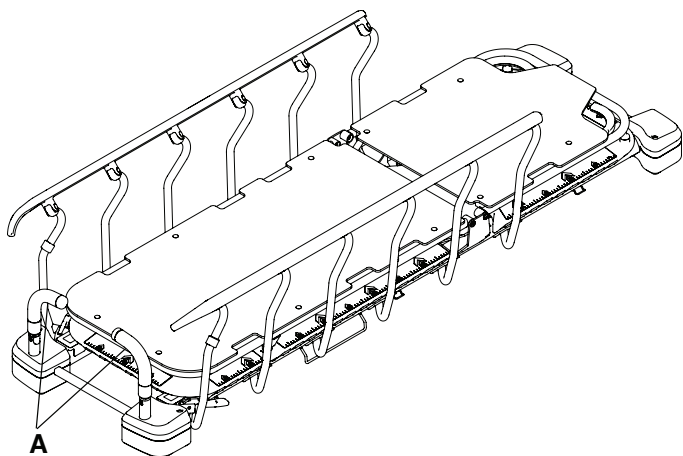

Figura 9 – Colocación de las asas de empuje del extremo de los pies
1. Tire recto hacia arriba de las asas de empuje del extremo de los pies (A), una cada vez (Figura 9).
2. Gire las asas de empuje del extremo de los pies (A) hasta la posición de uso.